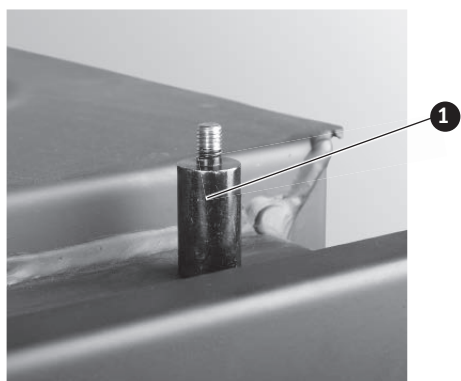

Fig. 35 Monter 2 fixations du guidage de gaz de combustion
- ▶ Visser 2 fixations du guidage de gaz de combustion sur la chaudière, via la porte de chauffage, comme indiqué sur les Fig. 35, Fig. 36.